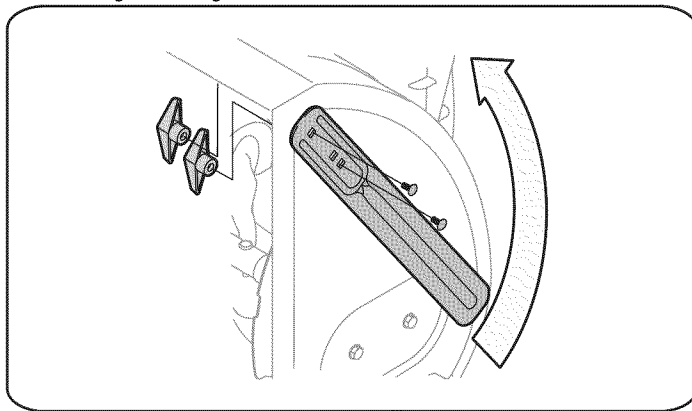

Figure 8
1. Quite las cuatro el pomo de mariposa (dos en cada lado) y pernos. Lugar deriva cortador en posición vertical y volver a conseguir. Ver fig. 8.